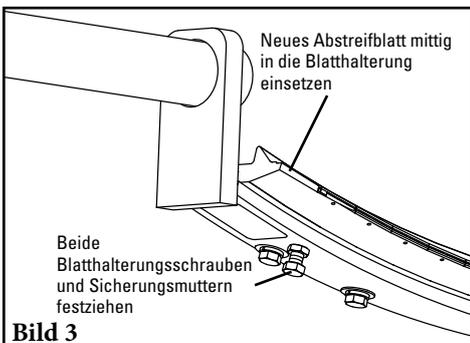

Bild 3
- Blatthalterungsschrauben 8 Umdrehungen anziehen und Sicherungsmuttern festziehen (Abb. 3).